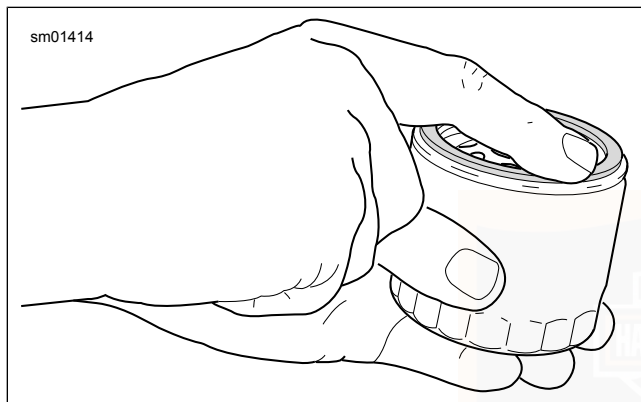

Abbildung 42. Schmieren der neuen Ölfilterdichtung
5. Siehe Abbildung 42. Den **neuen** Ölfilter einbauen.